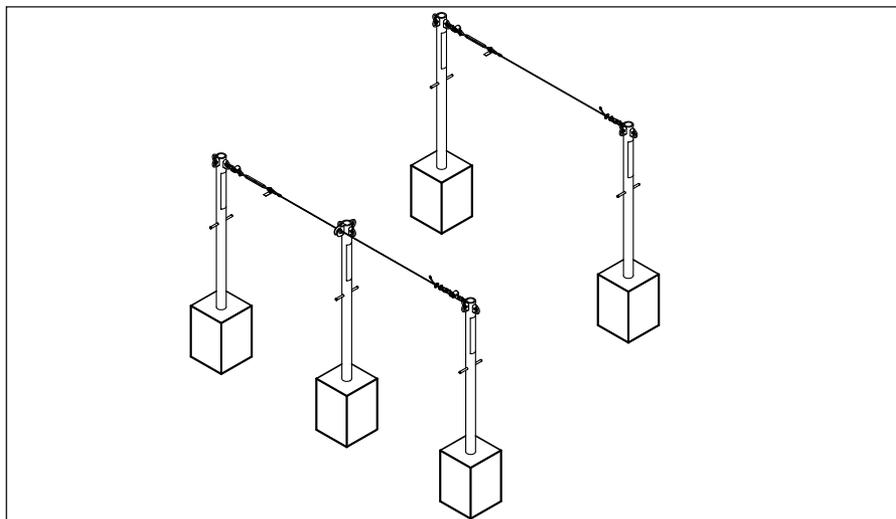

Figura 1 - Linha de vida horizontal de vão único SecuraSpan®
3.2 INSTALAÇÃO DO SISTEMA: A Figura 1 mostra uma instalação típica do sistema HLL SecuraSpan de vão único. A Figura 2 mostra uma instalação típica do sistema de múltiplos vãos. Os sistemas HLL SecuraSpan devem ser instalados para atender aos requisitos de folga especificados nas Figuras 9 e 11.